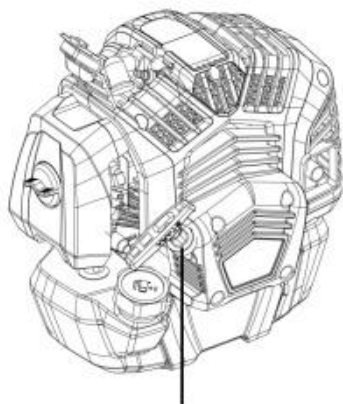

Fig. 28
2. Maintenez le produit stable et tirez légèrement sur la poignée de démarrage à rappel jusqu'à ce que Vous sentez une résistance, puis tirez rapidement. Répétez l'opération jusqu'à ce que le moteur démarre (Fig. 28).